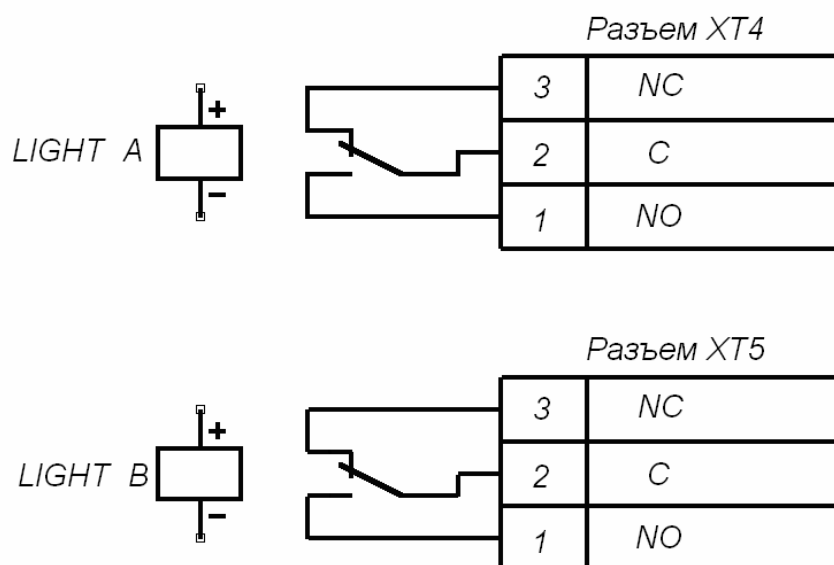

Рисунок 7 Выходные каскады для Light A и Light B
5.9.6 Выносные индикаторы подключаются на клеммные колодки *XT4 (Light A)* и *XT5 (Light B)*. При этом реле *Light A (Light B)* активизировано (на его обмотку подано напряжение), когда горит соответствующая данному направлению прохода зеленая стрелка на блоке индикации, и нормализовано (на его обмотку напряжение не подано), когда соответствующая данному направлению прохода зеленая стрелка на блоке индикации не горит. Факт срабатывания/отпускания реле *Light A* и *Light B* можно определить по загоранию/гашению красных индикаторов, которые установлены вблизи указанных реле (см. рисунок 2). Выходные каскады для *Light A* и *Light B* – перекидные контакты реле (см. рисунок 7) со следующими характеристиками сигналов: